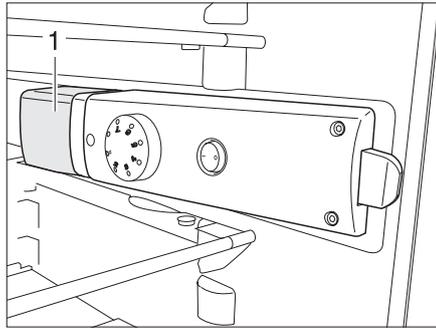

Fig. 112 Lampe du réfrigérateur
- ▶ De l'arrière, saisir en dessous du cache de luminaire (Fig. 112,1) et soulever le cache de luminaire d'env. 3 mm.